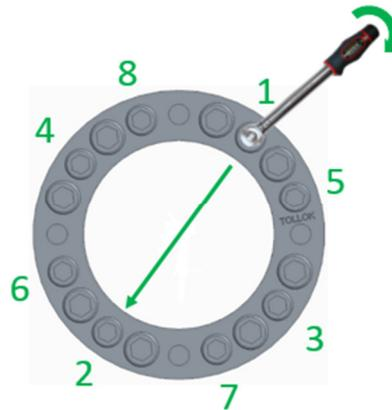

Imagen 2
6. Ajustar la llave dinamométrica al 50% del par de apriete (**Ms**) indicado en el catálogo (ver *Tabla 1*) para los **tornillos de menor métrica**, y apretar los tornillos en cruz hasta completar una vuelta (ver *Imagen 2*); cada tornillo debe ser apretado una sola vez.
8. Ajustar la llave dinamométrica al 100% del par de apriete (**Ms**) indicado en el catálogo (ver *Tabla 1*) para los **tornillos de menor métrica**, y apretar los tornillos en cruz hasta completar una vuelta (ver *Imagen 2*); cada tornillo debe ser apretado una sola vez.